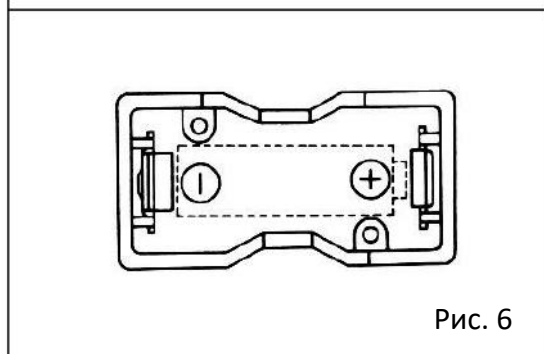

Рис. 6
Чтобы заменить батарею, поверните рукоятку против часовой стрелки и откройте крышку. Поместите батарею в батарейный отсек в соответствии с указателями полярности, расположенными на дне батарейного отсека (см. Рис. 6).
8. Сделайте небольшой разрез в резиновой пробке, чтобы туда могла пройти капиллярная трубка (см. Рис. 6).